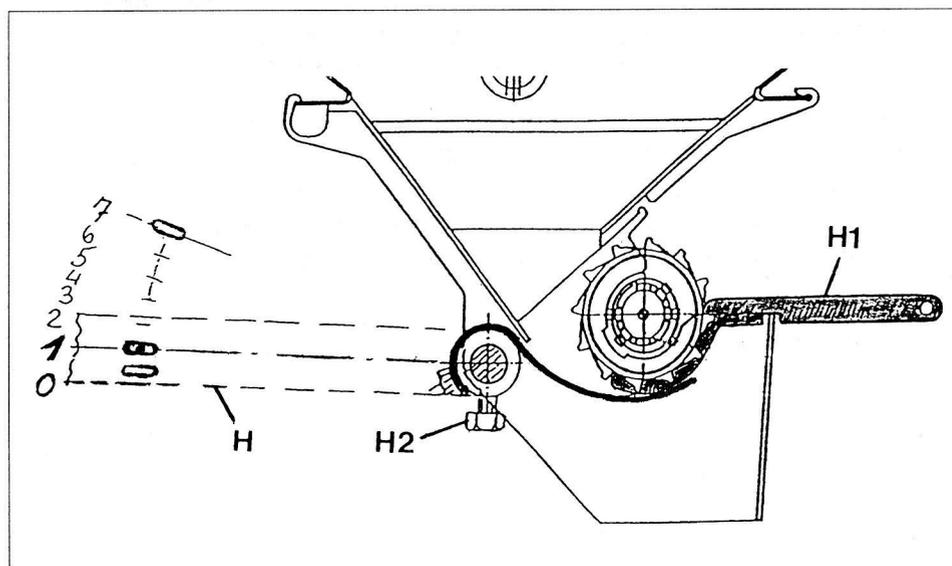

Fig. 64
**Bodenklappen überprüfen:** vor Säbeginnen bei leerem Saatkasten die Einstellung aller Bodenklappen prüfen - mit Justierlehre **H1** (Fig. 64); dazu den Bodenklappenstellhebel (**H**) auf „1“ stellen und die Säwelle so drehen, daß die Säwellennut unten steht.